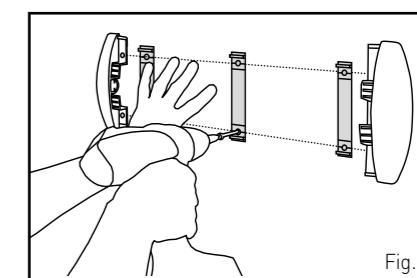

Fig. 2
- Placer sur les repères les clips aluminium. Placer le premier clip aluminium à environ 20 mm par rapport à l'embout d'extrémité (ou angle) et espacer ensuite les clips de 750 mm maximum. Vérifier leur perpendicularité par rapport au sol puis repérer sur le mur les trous de fixation pré-perçés. Percer et cheviller le mur puis fixer tous les clips aluminium au mur. (Cf. Fig.2)